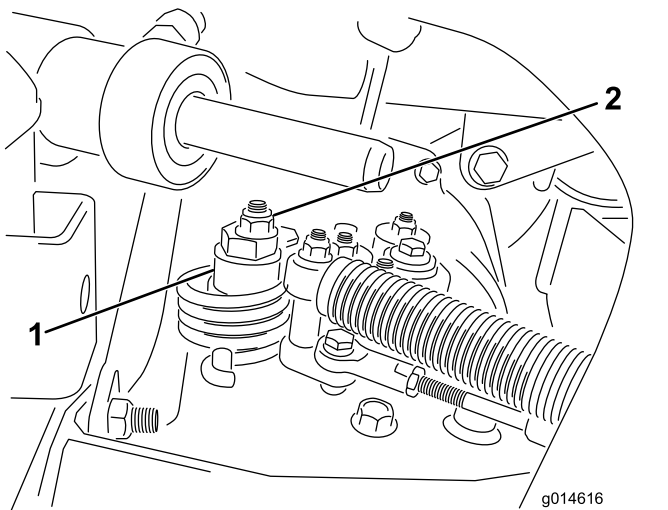

图33
- A. 松开将偏心螺栓固定到静液压泵顶部的螺母（图 33）。
- C. 旋转偏心螺栓，直到不再出现任何方向的缓慢前移。当轮子停止旋转时，旋紧螺母，锁定偏心螺栓和调整（图33）。将油门移至慢速和快速位置，验证调节情况。